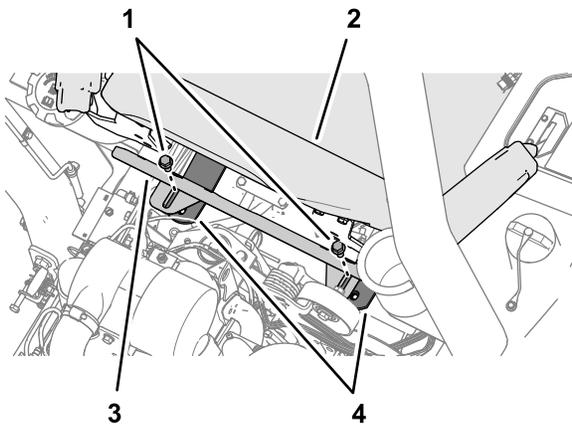

Figure 58
5. Au dos du siège du conducteur, alignez les fentes de l'écran pare-chaaleur et les trous des barres du siège sur l'ergot du tube transversal (Figure 58).